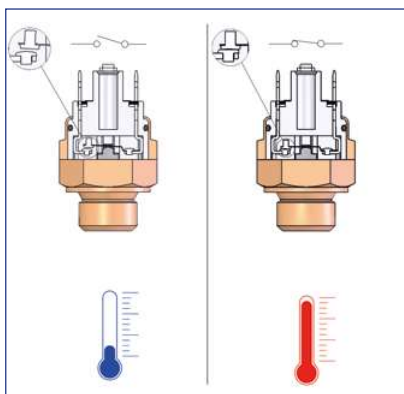

FIG. 1
- Nella versione NORMALMENTE APERTA (N.A. Fig. 1, il contatto si presenta aperto, ossia non esiste passaggio di corrente in assenza di temperatura. Al raggiungimento del valore di taratura il contatto elettrico si chiude.
- with two-way normally-open (NO) electrical contacts (SPST)
- with two-way normally-closed (NC) electrical contacts (SPST)
- In the NORMALLY OPEN (NO) version on Fig. 1, the contact is open, i.e. there is no flow of current in the absence of temperature. When the temperature setting is reached the electrical contact closes.